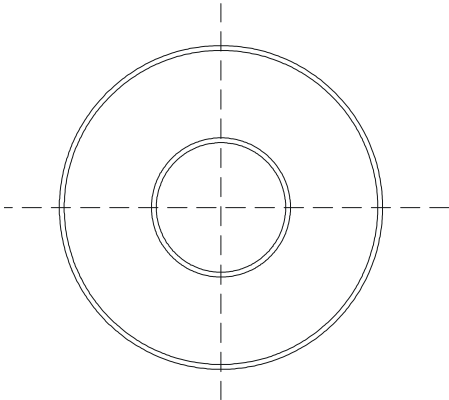

图 4-4-2
STEP 02 使用 CIRCLE 命令绘制圆，如图 4-4-2 所示。其具体操作如下：